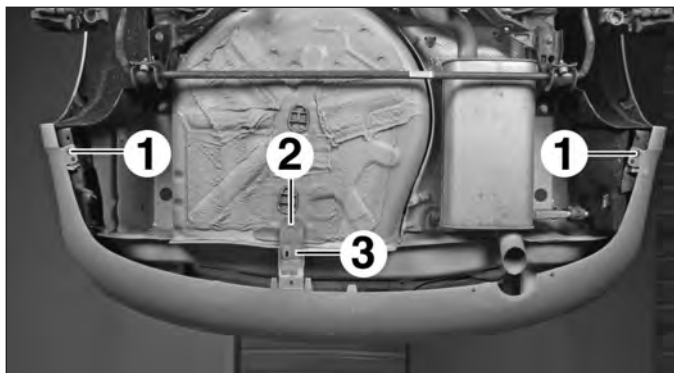

FIG.170
- les vis (1) (Fig.170),
- l'écrou (2).
- Dégager la patte (3) du goujon.